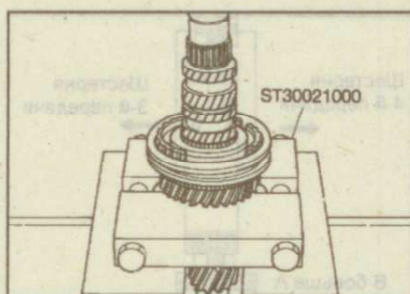

Рис. 9.204. Снятие синхронизатора 3-й и 4-й передач и шестерни 3-й передачи с первичного вала
6. Снимите синхронизатор 3-й и 4-й передач и шестерню 3-й передачи с первичного вала (рис. 9.204).